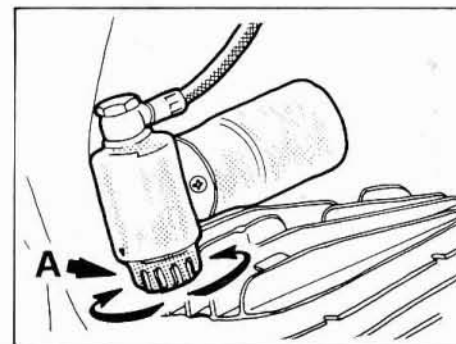

Fig. 28 - Pomolo di regolazione freno in compressione.
- agire sul pomolo A (Fig. 28) facendo coincidere il numero della regolazione desiderata con la freccia riportata dal gruppo di compensazione: (0 = morbido - 9 = duro)